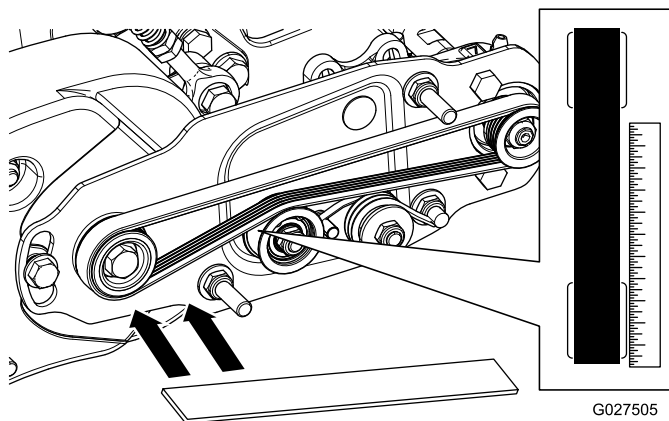

图15
- 沿着驱动皮带轮的外面放置直尺（图15）。切勿把直尺穿过驱动皮带轮和从动皮带轮。